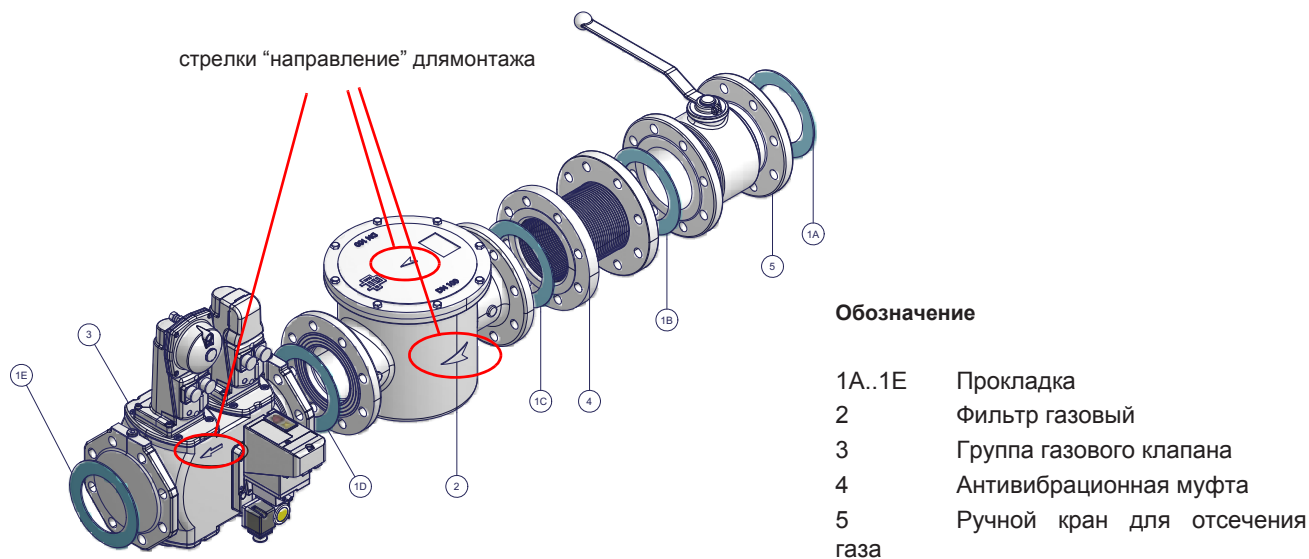

Рис. 2 - Пример газовой рампы
- 1 - б) при фланцевых соединениях: между соседними компонентами устанавливать прокладку (1A..1E - Рис. 2), совместимую с используемым газом,
**ВНИМАНИЕ:** после монтажа газовой рампы согласно схеме на Рис. 2, необходимо провести тестирование на герметичность газового контура, согласно требований действующих нормативов.
Таким образом, задачей системы подачи топлива является подача насосом топлива и подогрев последнего. Вязкость тяжелого жидкого топлива выражается в разных единицах измерения; самыми распространенными являются: градусы по Энглеру - °E, сантистоксы - сСт, шкала Сайболт и Редвуд. Таблица 3 отображает конвертацию одной единицы измерения в другую. Например, вязкость в 120 сСт равна 17 градусам по Энглеру. График на рисунке отображает каким образом меняется вязкость тяжелого жидкого топлива при изменении его температуры. Например, топливо, которое при 50°C имеет вязкость примерно в 20 °E, при его нагреве до 100°C имеет вязкость примерно 3°E. Что касается возможности перекачивания топлива насосом, то эта характеристика зависит от типа насоса, который перекачивает это топливо, хотя на диаграмме на рисунке цитируется ориентировочный предел, равный 100°E. Поэтому, необходимо смотреть характеристики насоса, поставляемого вместе с горелкой. Обычно, температура жидкого топлива на входе в насос возрастает в зависимости от вязкости. Обратившись опять к диаграмме на Рис. 2, можно определить, что для того, чтобы перекачивать жидкое топливо вязкостью 10°E при 50°C, необходимо подогреть его до примерно 40°C.